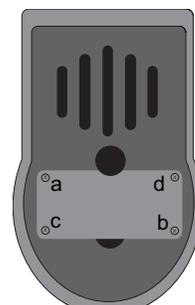

Fig. 84 - Installation du couvercle
- Serrez soigneusement les vis en faisant faire successivement un tour à chacune, l'une après l'autre (Fig. 84). Tournez la vis supérieure gauche (a) puis la vis inférieure droite (b) puis la vis inférieure gauche (c) et enfin la vis supérieure droite (d).